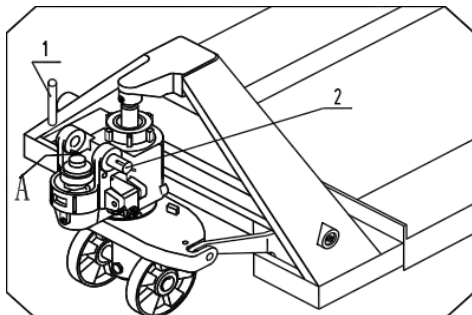

Рис.1
2.1.1 См. Рис.1 Снимите пружинный палец (1) с штифта (2). Извлеките штифт (2).